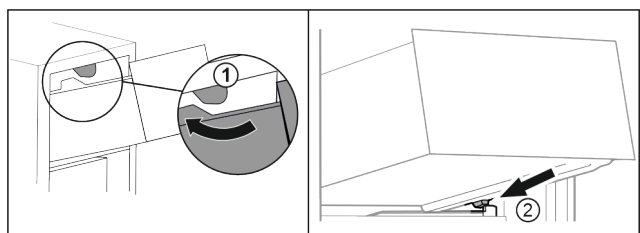

Fig. 21
- ▶ Schubfach um die oberen Stopper herumführen Fig. 21 (1).
- ▶ Schubfach schräg hinter den unteren Stopperrn auf die Behälterraupe aufsetzen Fig. 21 (2).